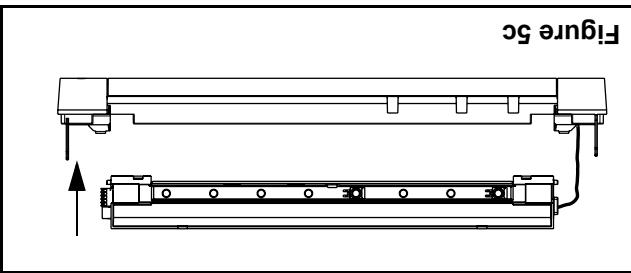

Figure 5c
c. Réinstallez le module électronique, cette fois orienté tel qu'illustré à la (Figure 5c). Pour les unités dotées de transformateurs, rebranchez le faisceau du transformateur au module électronique.